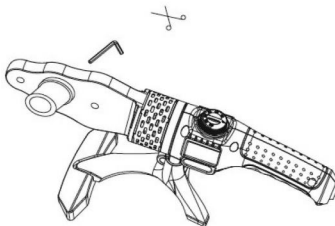

fig.2
- 3) Installare la matrice sull'apparecchio con la chiave esagonale (fig. 2).